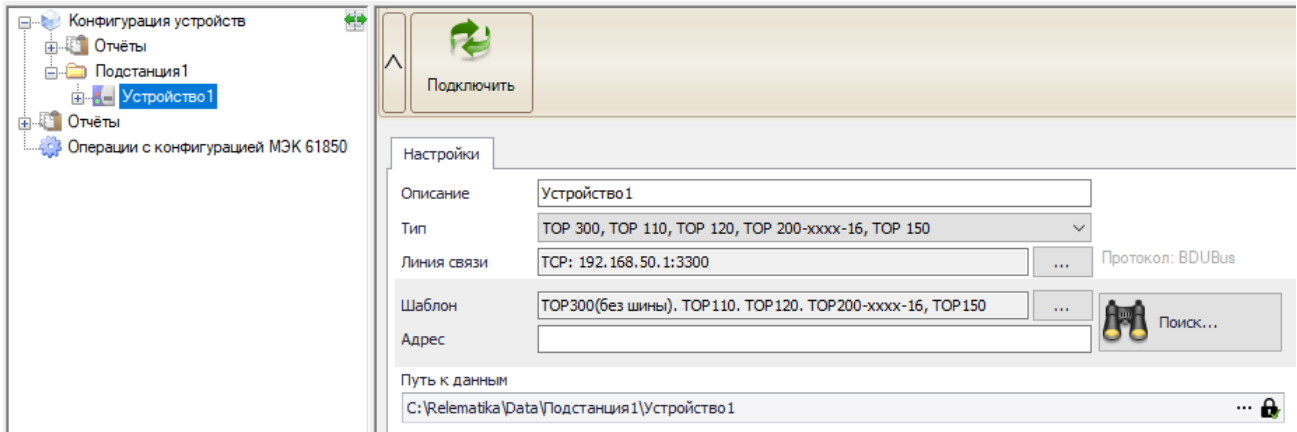

Рисунок 4.9 – Элемент Устройство
Настройка подключения к устройству выполняется в элементе **Устройство** в дереве конфигурации (рисунок 4.9). Элемент **Устройство** содержит следующие поля для редактирования:
- **Вкладка «Настройки»** - отображает настройки подключения к устройству (рисунок 4.9). В режиме подключения (онлайн режим) настройки недоступны для редактирования;